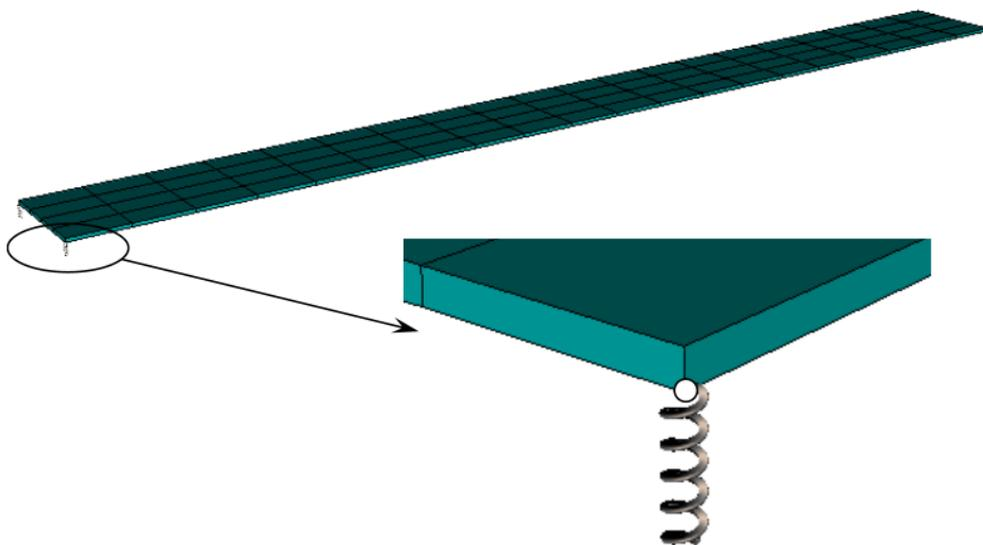

图 070-2 导入到 UM 的弹性体
2、在 UM 软件中，除接触力以外的所有外力都只能施加在有限元模型的节点上。为保证求解精度，建议选择这些有外力作用的所有节点作为界面节点（译者注：对于某些土木结构，其边界条件极其复杂，外力作用点众多，应适当变通处理，结合第六条准则，酌情减少界面节点数量）。外力对柔性体的影响直接取决于节点中对应的自由度是否存在。我们来考虑图 070-2 所示的情况，一个由实体单元组成的矩形板，四个角点分别通过一个线性力元连接地面。板的横向或纵向位移会使单元内部产生非零力矩，但由于实体单元节点没有转动自由度，在模拟过程中会忽略产生的转矩分量，也就是说该弹簧的角刚度无法对仿真结果产生影响。如果该板实际上或设计时会受到较大的扭矩，那么这种建模方式在物理意义上是不合理的。为了正确地模拟这样的模型，需要对实体单元模型进行进一步处理，使得每个界面节点具有 6 个自由度。
3、上一条准则同样适用于铰的支反力。例如，如果用铰（0 自由度）来固定图 070-2 中的板两个角点（去掉四个弹簧），板将围绕连接这两个节点的轴自由旋转，就像一个球铰（只限制了平动自由度）。